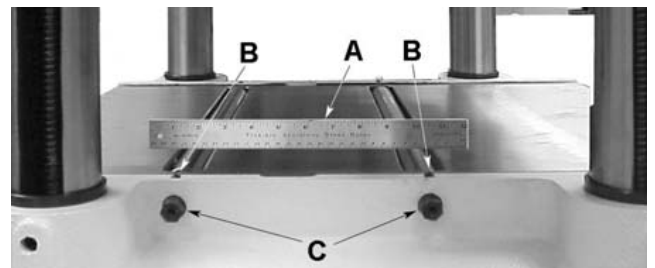

Рис. 16
#### Настройка роликов стола (см. рис. 16):
2. С левой или правой стороны положите стальную линейку или брусок на оба ролика (А, рис. 16).